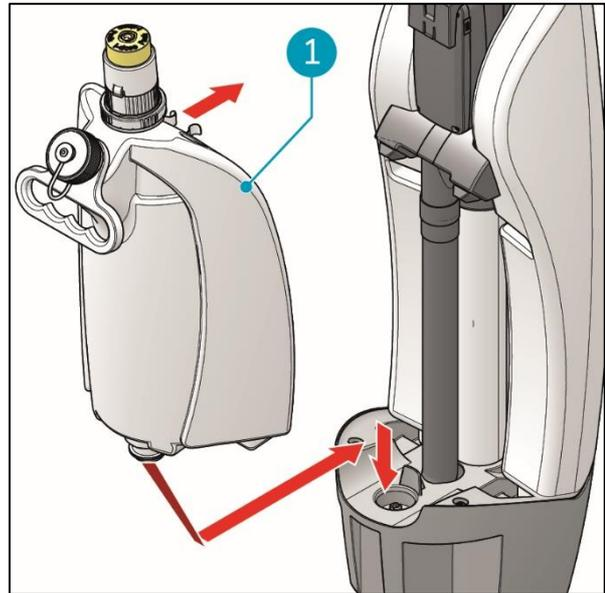

Abbildung 13
2. Stellen Sie den Behälter für die Reinigungslösung (Abbildung 13, Pos. 1) mit dem Ventil voran auf den i-mop XXL Pro.